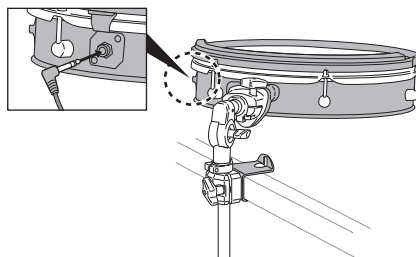

Fig.11
3. Connect the provided TRS cable to the Tom Pad as shown in (Fig.11).
付属のケーブルを追加タムパッドのジャックへ接続します (Fig.11)。